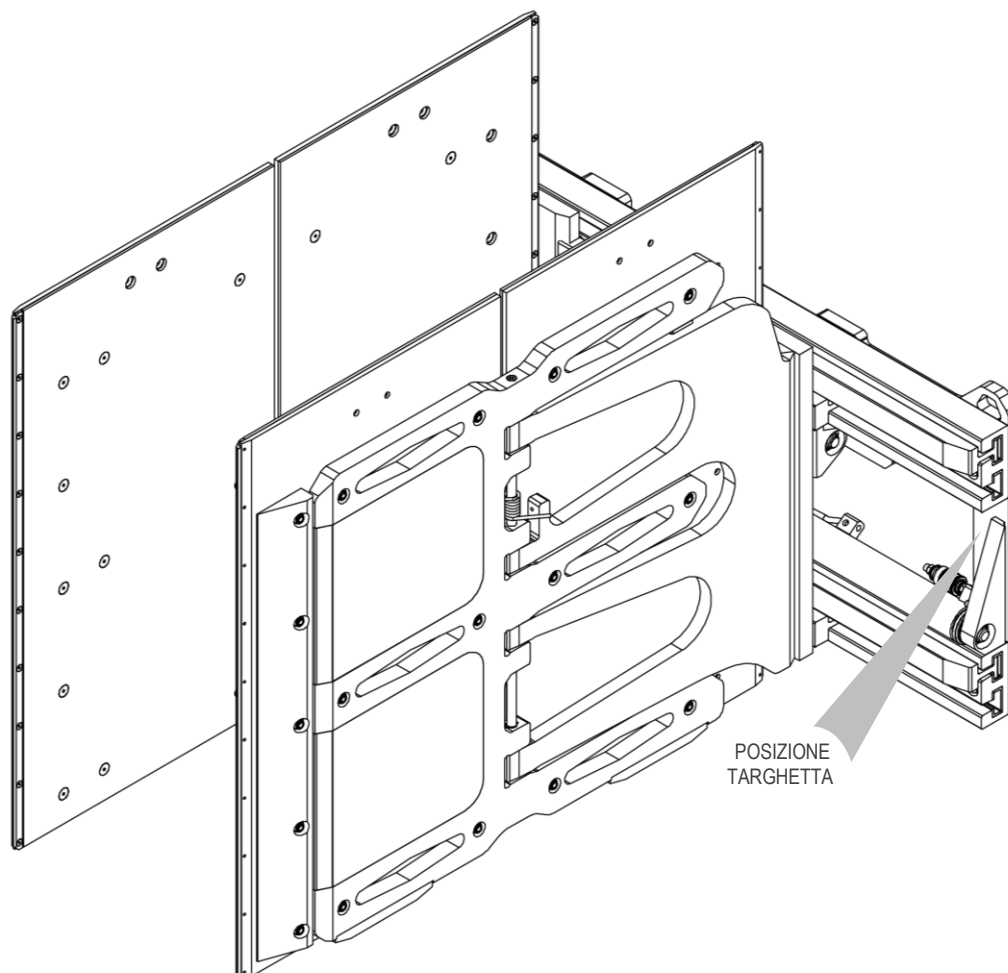

Figura 1
Tutte le attrezzature A.T.I.B. – PINZA PER ELETTRODOMESTICI E CARTONI TIPO 474.180 - 181 vengono identificate mediante targhetta adesiva (vedi *Tabella 1*) posizionata sull'attrezzatura (vedi *Figura 1*), fare sempre riferimento al numero di matricola.
5. Per la movimentazione devono essere utilizzate cinghie o catene opportunamente dimensionate rispetto al peso dell'attrezzatura indicato in targhetta (vedi *Figura 1* e *Tabella 1* a pag.11).
9. Collegare il circuito idraulico, assicurandosi che la pressione di esercizio delle tubazioni sia superiore o uguale a quella indicata sulla targhetta di identificazione (vedi *Figura 1* e la *Tabella 1* a pag.11).
6. Per la movimentazione devono essere utilizzate cinghie o catene opportunamente dimensionate rispetto al peso dell'attrezzatura indicato in targhetta (vedi Figura 1 e la Tabella 1 a pag.11).